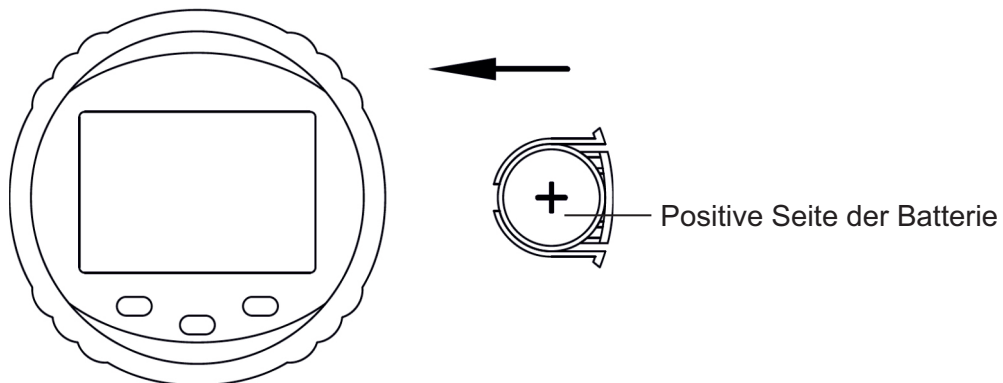

Abb. 1
- » Entfernen Sie den Batteriefachdeckel und setzen Sie eine CR2032-Batterie mit der positiven Seite (+) nach oben ein (siehe Abb. 1).